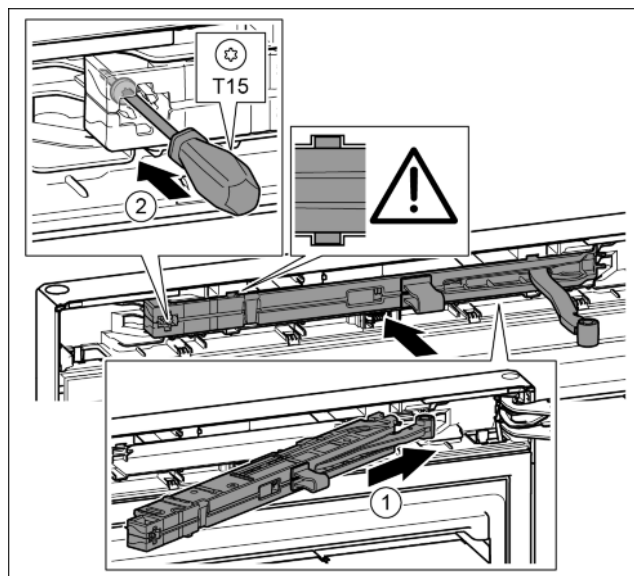

Fig. 44
- ▶ Jednotku tlumiče zavírání na straně stojanu ložiska zasuňte až na doraz šikmo do výklenku. Fig. 44 (1)
- ▶ Šroubovákem T15 pevně utáhněte šroub. Fig. 44 (2)